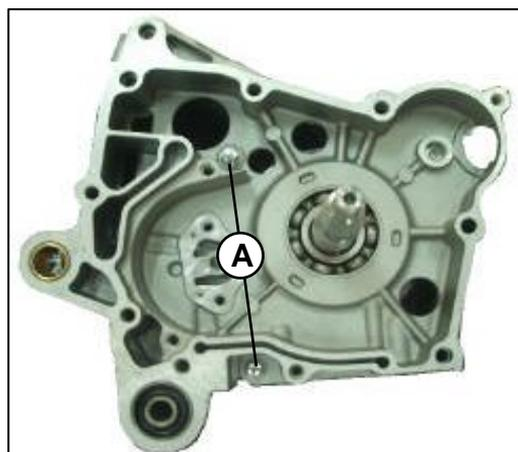

Fig. 01
Retire los 2 pernos (A) de la carcasa central derecha.**Fig.01**